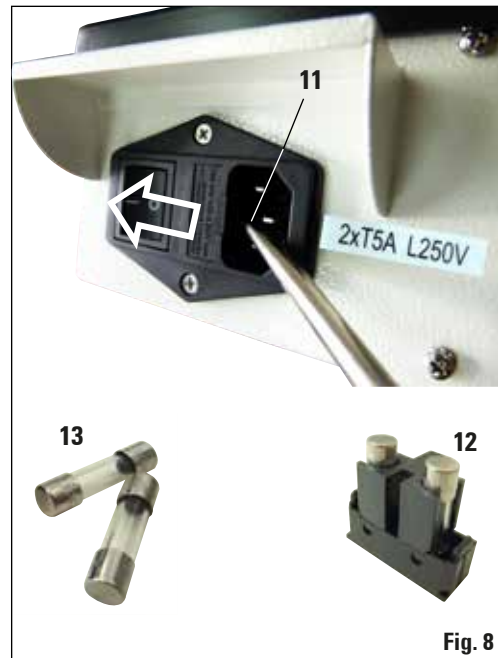

Fig. 8
- Inserire un piccolo cacciavite nella fessura (**Fig. 8, 11**) e fare leva con cautela per estrarre l'inserito del fusibile (**12**).